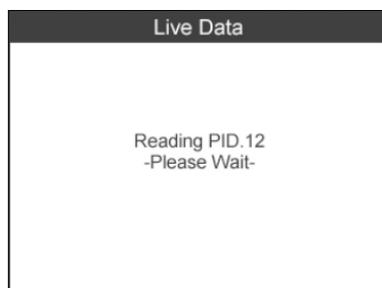

Figura 6.8
- 2) Attendere qualche secondo mentre lo strumento di scansione convalida la PID MAP. (Figura 6.8)